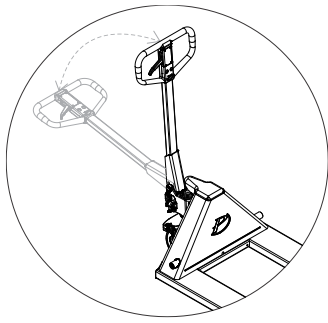

Figura 6 – Bombeamento.
Antes del montaje, identificar los 7 elementos de la ilustración al lado (figura 6):
- Se na ação de bombeamento (abaixar e levantar a alavanca, figura 6), os garfos subirem enquanto estiver na posição **NEUTRO**, aperte a porca de ajuste (figura 5), girando no sentido horário até quando o garfo parar de subir, e a posição **NEUTRO** funcionar corretamente.
- a) Si en la acción de bombeo (bajar y levantar la palanca, figura 6), las horquillas suben mientras está en la posición **NEUTRO**, apriete la tuerca de ajuste (figura 5), girando en el sentido de las agujas del reloj hasta que la horquilla deje de subir, y La posición **NEUTRO** funciona correctamente.